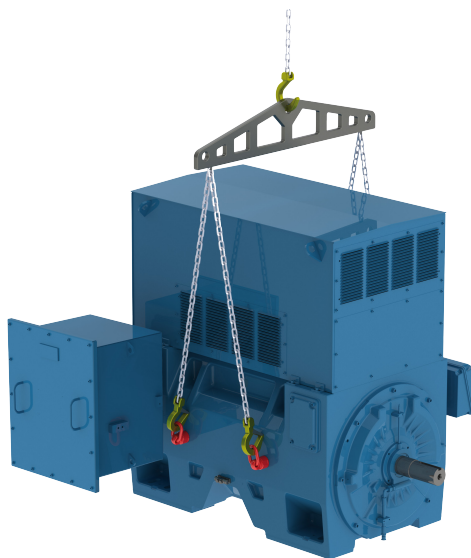

Рисунок 4.6: Подъем двигателей W60 с параллельными цепями
- Для двигателей W60, как показано на Рисунок 4.6 на стр. 4-4, требуется использование распределительной балки для удержания подъемных элементов (цепи или троса) в вертикальном положении и, таким образом, предотвращения повреждения поверхности двигателя.